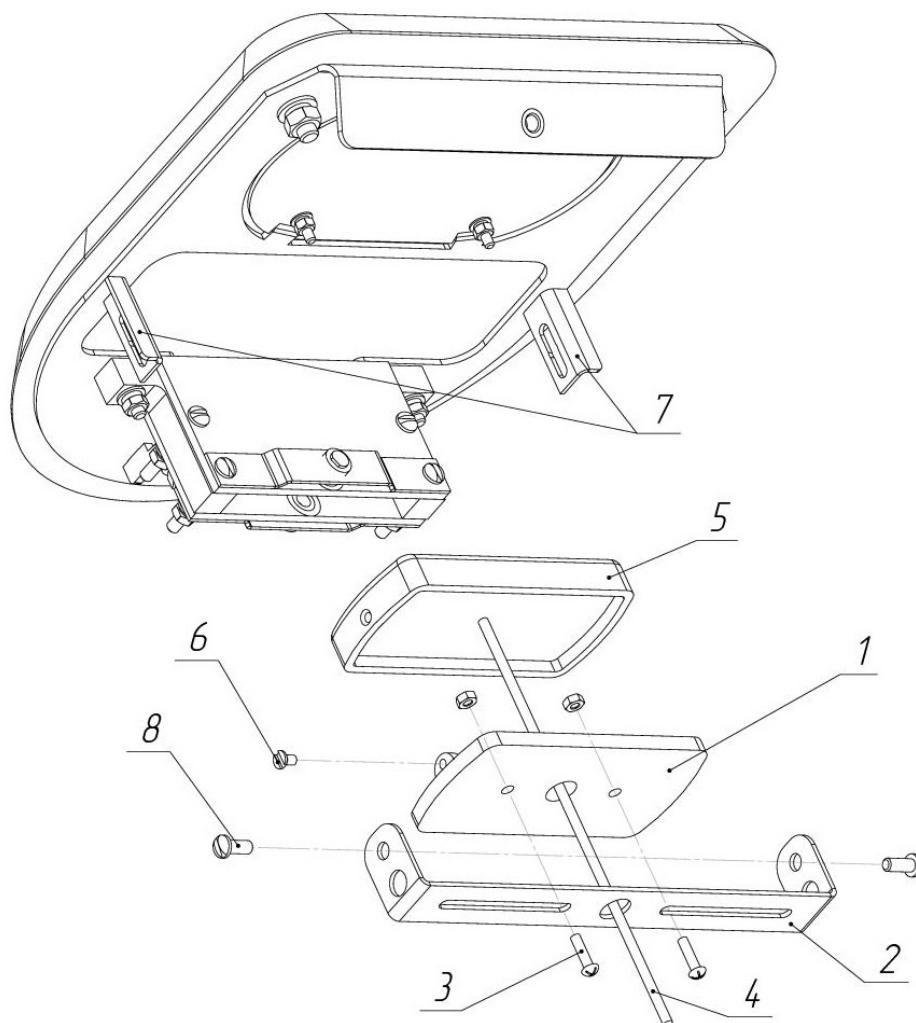
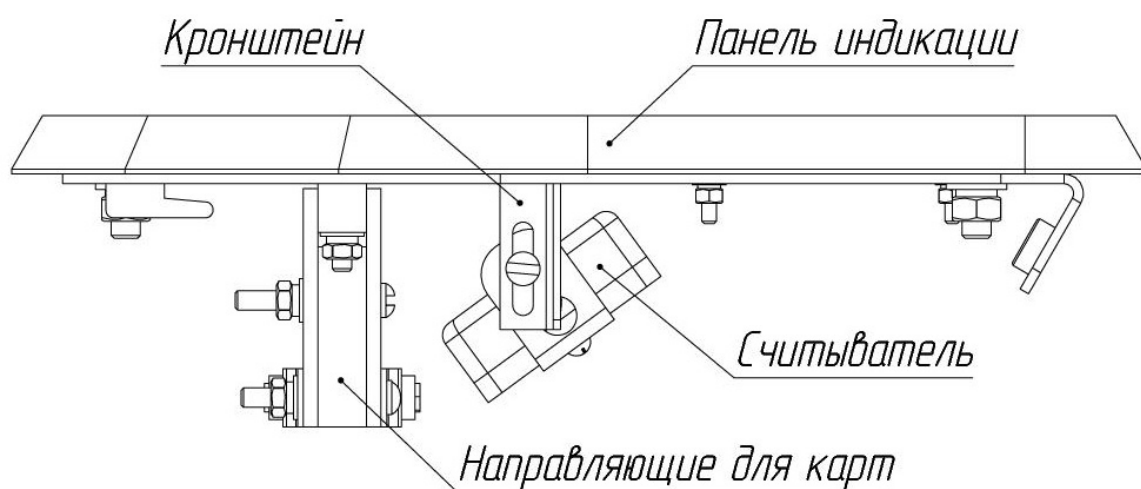

Рис. 16. Схема установки считывателя бесконтактных карт
Рис. 17. Рекомендуемый вариант установки считывателя бесконтактных карт
6.5.3. Выкрутите 2 винта М4 (8, рис. 16) и снимите универсальный кронштейн для считывателей (2, рис. 16).
6.5.4. Разберите считыватель, выкрутив винт М3 (6, рис. 16), и установите его нижнюю часть (1, рис. 16) на кронштейн, используя крепеж (3, рис. 16).
6.5.5. Заведите кабель считывателя (4, рис. 16) в отверстие кронштейна, установите верхнюю часть считывателя (5, рис. 16). Закрутите винт М3 (6, рис. 16).
6.5.6. Зафиксируйте кронштейн на держателях (7, рис. 16), используя винты М4 (8, рис. 16). Рекомендуется устанавливать считыватель под углом $40...50^\circ$ к направляющим для карт (рис. 17). В